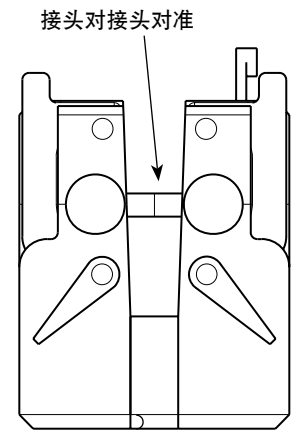

图 24 对准 Micro-Fit 接头
7. 调整松动的侧板来把两个 Micro-Fit 接头对准。参考图 24。